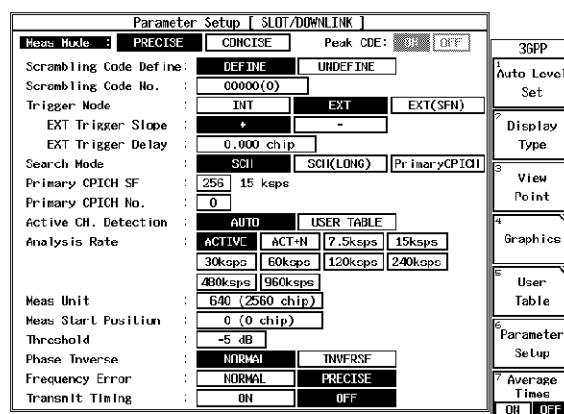

図 6-3 測定パラメータ表示
4. R3267 シリーズを CF:2GHz、RF 入力、DOWN LINK 測定に設定し、パラメータを図 6-3 のように設定し、**DC CAL**、**AUTO LEVEL** を実行します。